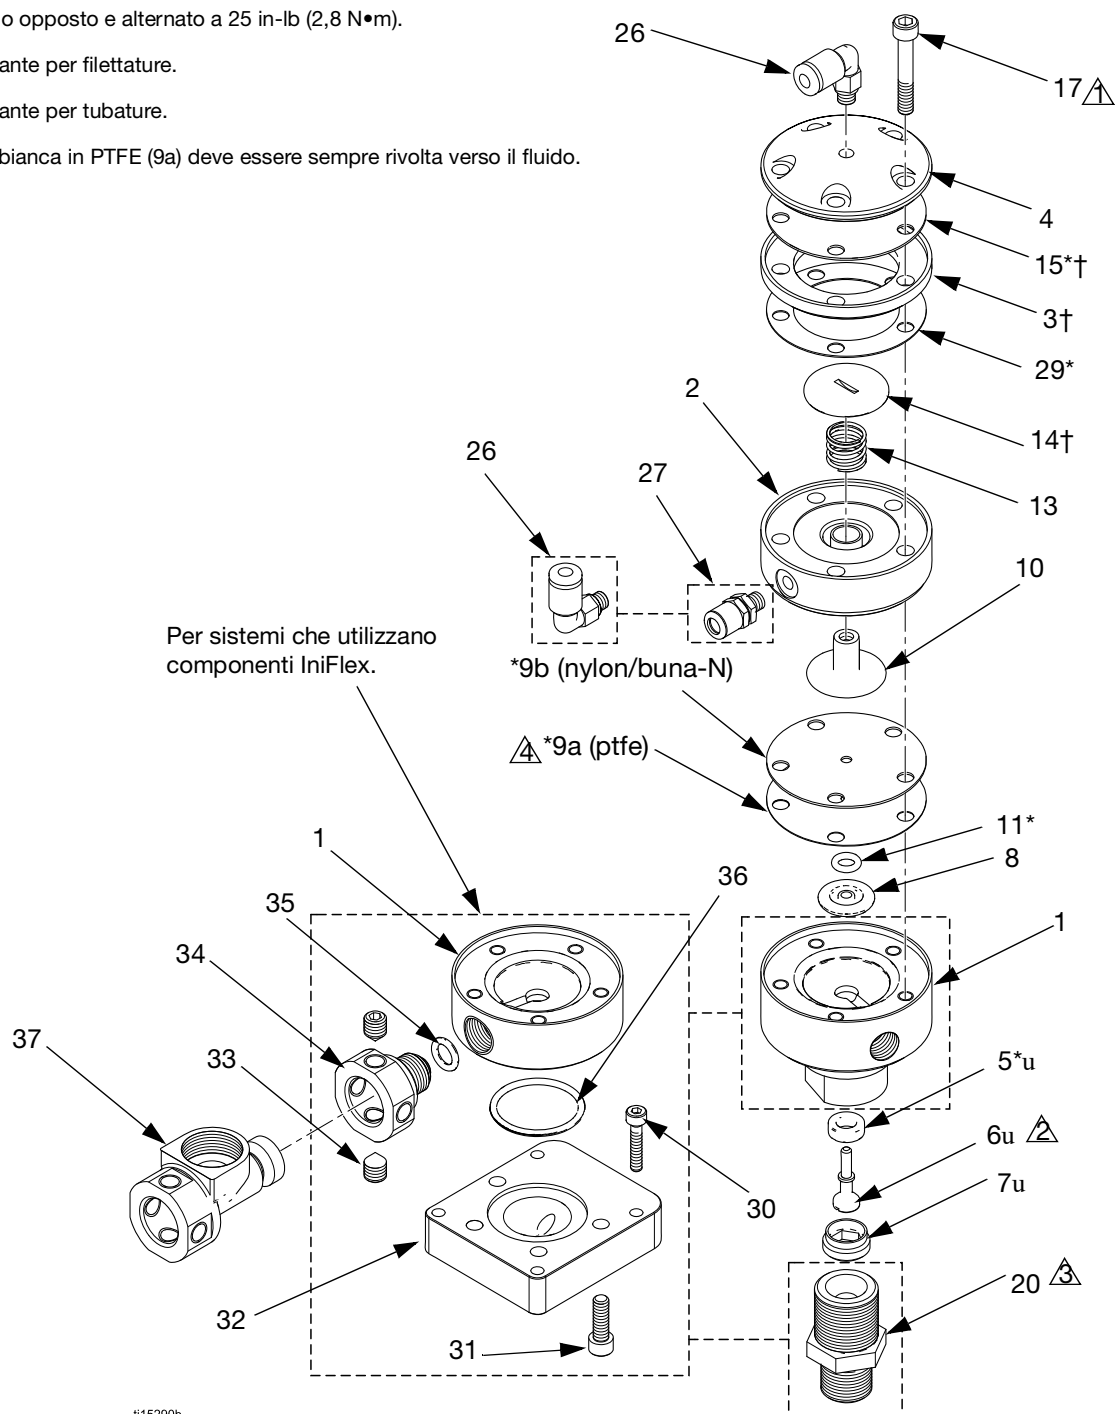

FIG. 2. Gruppo del regolatore
Tutti e tre i modelli sono dotati di una porta ad alta pressione fissata a 1:1. Sono disponibili rapporti di 1:1, 1:2 e 1:3 per applicazioni a bassa pressione. Il distanziatore del rapporto (3, FIG. 2) è codificato a colori per indicare il rapporto:
4. Smontare il raccordo d'ingresso del fluido (20). (Per IniFlex™, rimuovere le quattro viti (31).) Vedere FIG. 2.
5. Rimuovere le cinque viti (17), il coperchio della camera dell'aria (4), la membrana dell'aria (15), il distanziatore (3) e la guarnizione (29).
6. Svitare il pistone del rapporto (14). Rimuovere la molla (13) e l'alloggiamento della camera d'aria (2).
7. Inserire un cacciavite standard nell'ingresso del fluido del regolatore e tenere fermo l'ago del regolatore (6). Svitare il pistone della camera d'aria (10).
8. Rimuovere le membrane del fluido (9a, 9b), l'anello di tenuta (11) e il pistone della camera del fluido (8). Spingere l'ago (6) fuori dalla porta di ingresso dell'alloggiamento della camera del fluido (1).
9. Utilizzando una chiave a brugola da 5/16, svitare il fermo della sede (7) e la sede (5) dall'alloggiamento della camera del fluido (1).